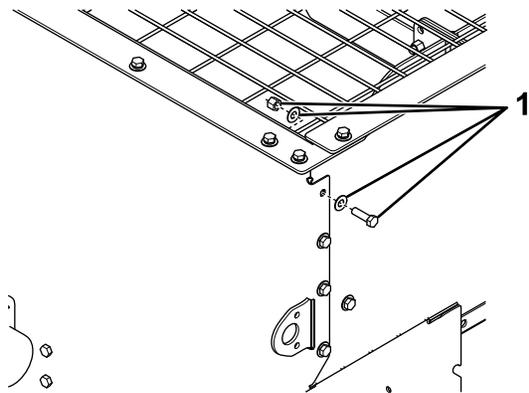

Bild 7
17. Entfernen Sie die oberen Schrauben an der Rückseite des Füllkastens und entsorgen Sie diese, wie in **Bild 7** dargestellt.